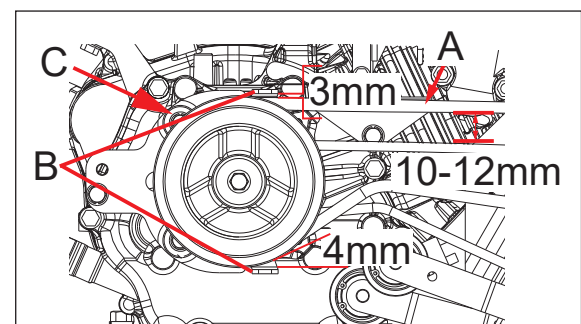

Bild 21
- Drücken Sie den Keilriemen an der Position A (Bild 21) durch, er muss sich zwischen 10 und 12 mm durchdrücken lassen. Wenn nicht, stellen Sie den Bowdenzug der Keilriemenspannung nach.
- Prüfen Sie den Abstand der Keilriemenführungen (Abb. B Bild 21) zum Keilriemen, er soll 3 bis 4 mm betragen. Wenn der Abstand nicht korrekt ist, lösen Sie die Schraube (Abb. C Bild 21) und stellen Sie die Führung passend ein.